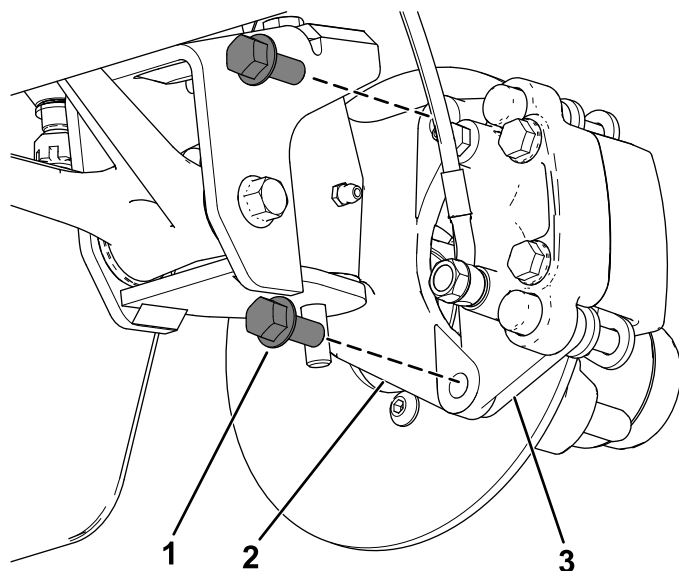
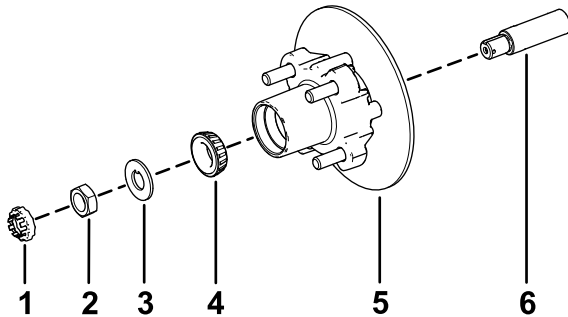

Figura 38
Figura 42
3. Retire los pernos con arandela prensada ($\frac{3}{8}$ " x $\frac{3}{4}$ ") que sujetan el soporte del conjunto de freno al eje y separe el freno del eje (Figura 38).
1. Aplique una ligera capa de la grasa especificada en el eje (Figura 42).
2. Monte el cubo y el rotor en el eje con el rotor hacia dentro (Figura 42).
3. Monte el cojinete exterior en el eje y acople el cojinete al anillo de rodadura exterior (Figura 42).
4. Monte la arandela con pestaña en el eje (Figura 42).
5. Enrosque la tuerca en el eje y apriétela a 15 N·m (11 pulgadas-libra), mientras gira el cubo para acoplar el cojinete (Figura 42).
2. Alinee las pastillas de freno en cada lado del rotor (Figura 38) y los orificios del soporte de la pinza con los orificios en el montaje del freno del eje (Figura 42).
3. Sujete el soporte de la pinza al eje (Figura 38) usando los 2 pernos con arandela prensada ($\frac{3}{8}$ " x $\frac{3}{4}$ ").